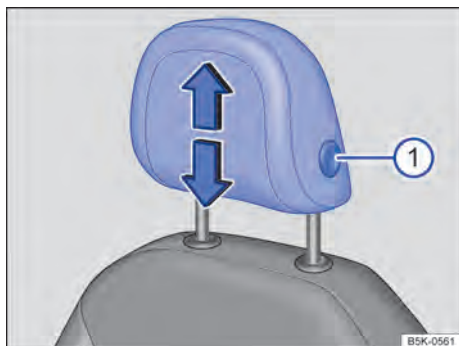

Fig. 69 Apoio para cabeça dianteiro: ajustar.
- Deslocar o apoio para cabeça para cima ou para baixo na direção da seta com o botão → Fig. 69 ① pressionado → ▲ em *Introdução ao tema* na página 84.